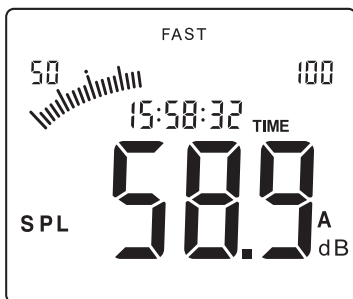

Figura 14
1. Ao ligar o instrumento, a ponderação de frequência padrão é **A (dBA)**. O display será exibido conforme ilustrado na Figura 14.